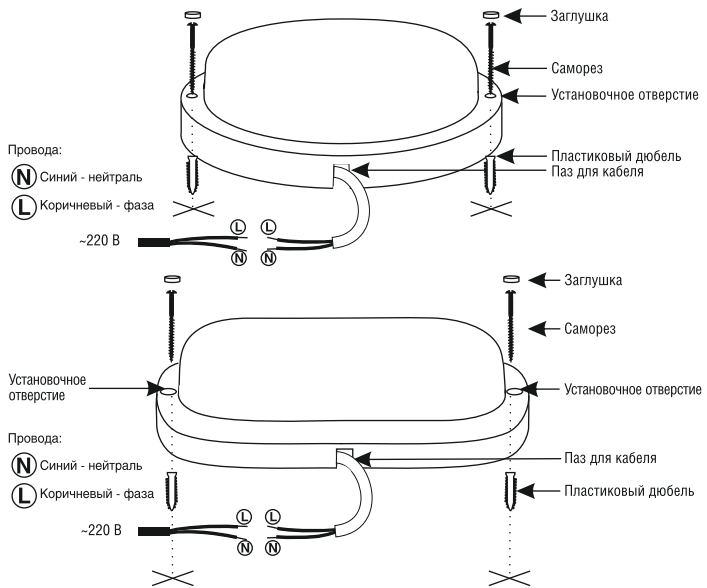

Рис.1 Установка и подключение светильника.
6.5 Соедините провода светильника с проводами питающего провода, соблюдая полярность, как показано на рис. 1. Все соединения должны быть